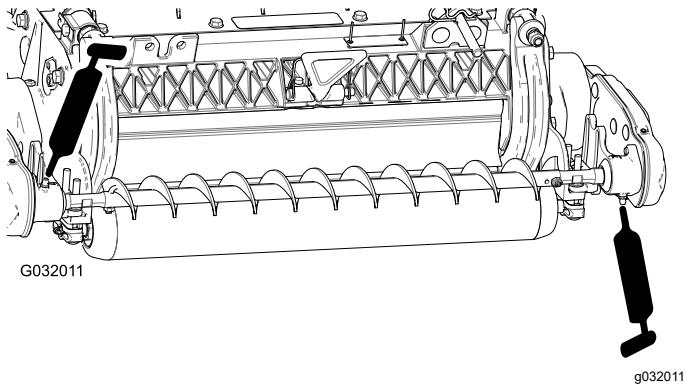

Bild 19
4. Fettten Sie die Schmiernippel an jedem Lagergehäuse der Rollenbürste mit Nr. 2 Allzweckfett auf Lithiumbasis ein (Bild 19). Wischen Sie überschüssiges Fett ab, besonders um die Ausschlusstdichtungen.